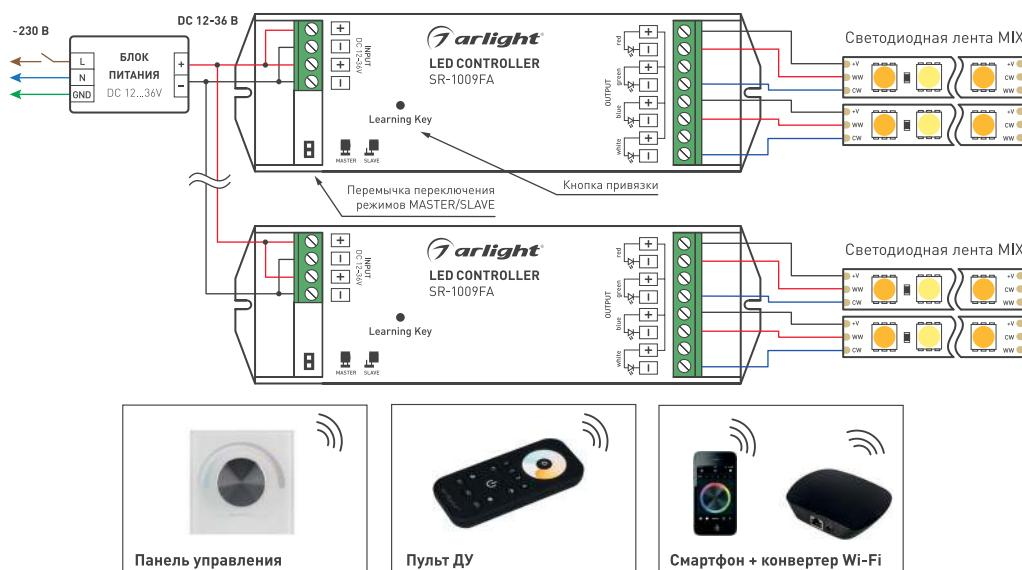

Рисунок 2. Схема подключения на примере контроллера SR-1009FA.
8. Подключите светодиодную ленту, контроллеры и блоки питания [см. инструкции к используемому оборудованию]. Пример подключения оборудования приведен на Рис. 2.